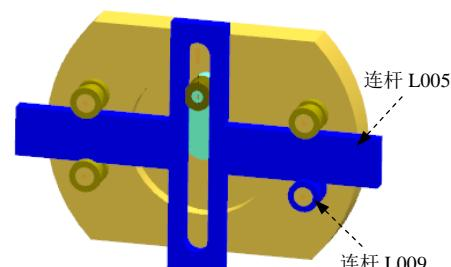

图 10.1.16 定义 3D 接触 2
(1) 定义接触连杆。单击“3D 接触”对话框中的**操作** 区域下 **\*选择体 (0)** 按钮, 然后选取图 10.1.16 所示的连杆 L005; 单击“3D 接触”对话框中的**基本** 区域下 **\*选择体 (0)** 按钮, 然后选取图 10.1.16 所示的连杆 L009。
(2) 定义接触类型。在“3D 接触”对话框**参数** 区域下**类型** 的下拉列表中选取类型为**实体**, 其余参数接受系统默认值。
(3) 单击 **确定** 按钮, 完成 3D 接触 2 的定义。